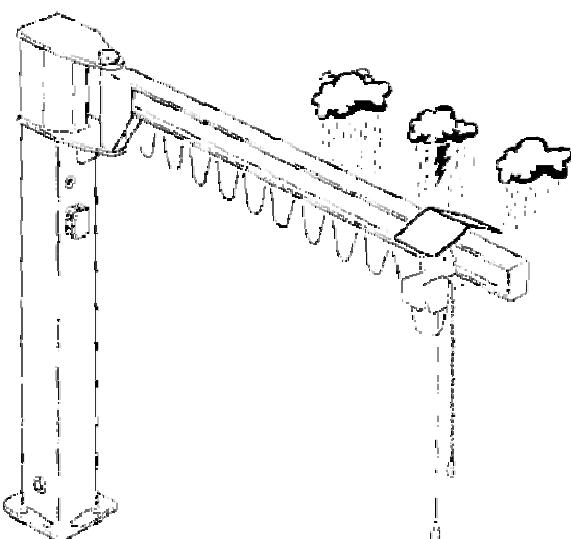

Abb.58
• Verwendung im Freien: Der Schwenkkran kann während und nach der Verwendung Witterungseinflüssen ausgesetzt sein. Die Elektroteile des Zugs und der Katze müssen den Schutzgrad IP55 aufweisen; es wird außerdem empfohlen, den Zug und die Katze mit Überdachungen/Schutzdächern zu schützen (Abb.58).